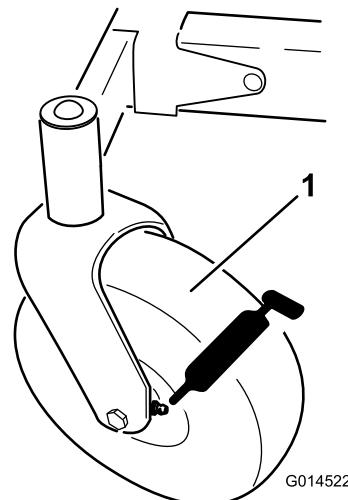
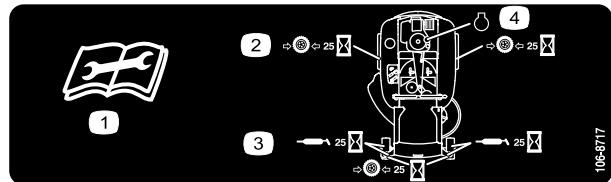

Figura 28
Figura 29
3. Limpie con un trapo los puntos de engrase (Figura 28) y (Figura 29). Asegúrese de rascar cualquier pintura que hubiera sobre los puntos de engrase.
4. Conecte una pistola de engrasar a cada punto de engrase (Figura 28 y Figura 29). Bombee grasa hasta que empiece a rezumar grasa de los cojinetes.